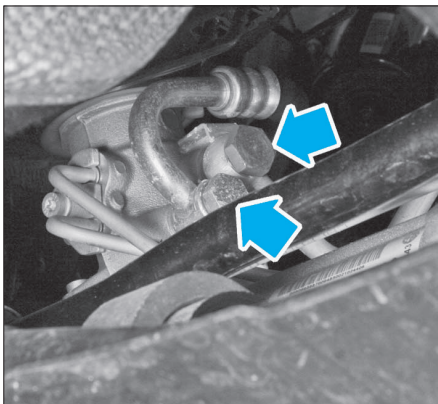

FIG. 9
- Sur le boîtier de direction, déposer les tuyaux d'arrivée et de retour (Fig.9).